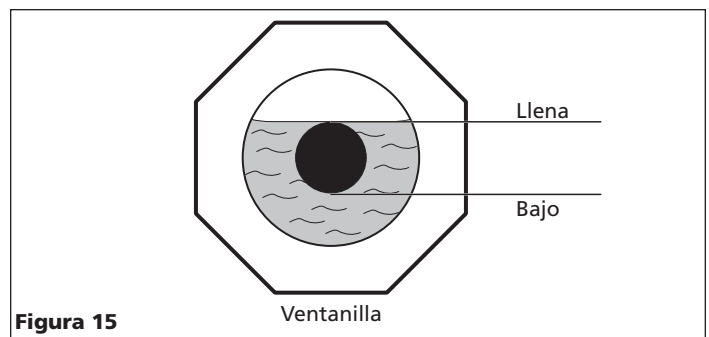
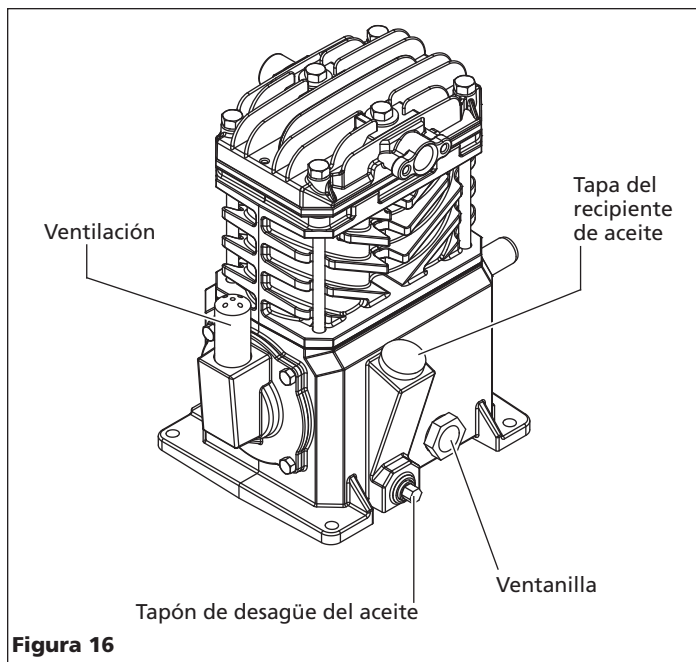

Figura 15
Figura 16
Verifique el nivel del aceite (ver Figura 15) - algunos modelos son enviados con aceite en la bomba. Consulte la tabla de Información del aceite en este manual o la etiqueta de especificación en la bomba del compresor con respecto a la capacidad correcta y tipo de aceite. Agregue aceite de ser necesario. Coloque de nuevo el tapón del aceite en la bomba.
Esta bomba tiene una ventanilla para ver el aceite, como se muestra en la Figura 16. El nivel de aceite se puede monitorear y mantener como se muestra en la Figura 15.
- c. Retire el tapón para el drenado del aceite (localizado como se muestra en la Figura 16). Permita que el aceite se acumule en la bandeja.
- d. Sustituya el tapón para el drenado. Llene la bomba hasta el nivel máximo (consultar la Figura 15). usando el aceite para compresor que se lista en la tabla de información del aceite.